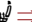

Fig. 87 Tabloul de bord:
- Apăsând pe suprafața regulatorului pe simbolul  ⇒ fig. 87, puteți activa și regla încălzirea scaunului conducătorului, resp. al pasagerului din dreapta.